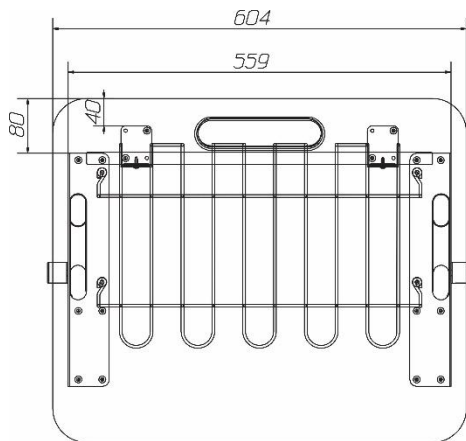

Рисунок 1. Разметка расположения деталей на столешнице.
4.2. Стойки левую и правую поз.2л и поз.2п разместить на столешнице в соответствии с Рис.1 и прикрутить шурупами 4.2x19 ПШ поз.10.
4.3. Держатели царги поз.4 разместить на столешнице в соответствии с Рис.1 и прикрутить шурупами 4.2x19 ПШ поз.10.
4.4. Лотки поз.7 разместить на столешнице в соответствии с Рис.1 и прикрутить шурупами 4.2x25 ПШ поз.12.